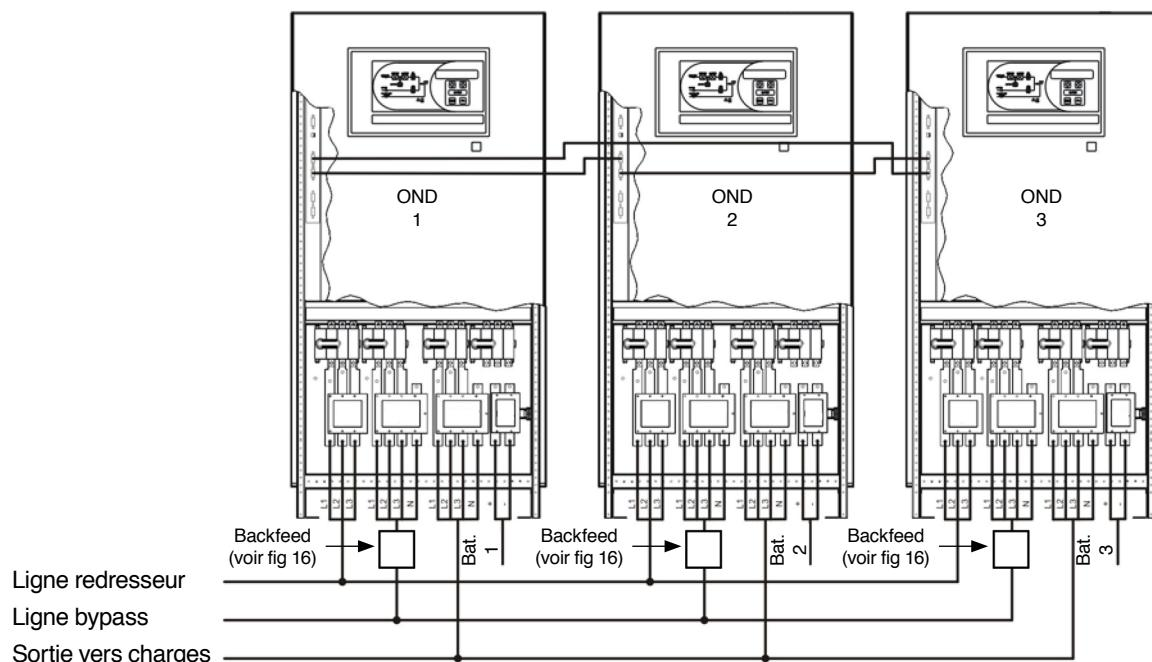

Fig. 23. Exemple connexion 3 OND XTRA-P 100 à 160 kVA, avec raccordement indépendant.
- Sur les schémas des figures 23 à 26 est représenté comme exemple la connexion de trois équipements en parallèle de différentes puissances, avec les lignes d'entrée de redresseur et bypass indépendantes (voir fig. 23 et 25), et avec toutes les deux lignes alimentées par un seul réseau (voir fig. 24 et 26). Pour la connexion en parallèle des différentes unités référencées sur les antérieures figures ou bien de différentes structures de puissance, opérer en conséquence.